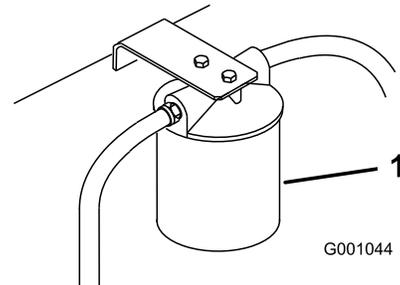

Figura 95
- Coloque um recipiente de escoamento debaixo do filtro, retire o filtro antigo e limpe a superfície da junta do adaptador do filtro (Figura 95).